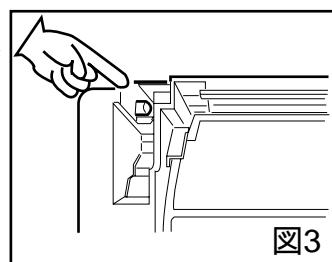
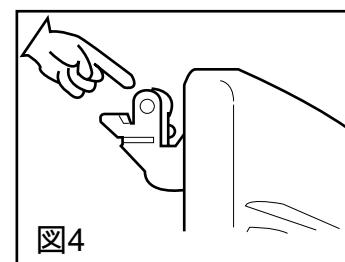

図3
図4
- 取り外しの逆の手順で取り付けます。前面パネルを水平にし、本体左側のヒンジ取付部の突起（図3）をパネルの左側のヒンジ部分の穴（図4）にはまるように取り付けます。